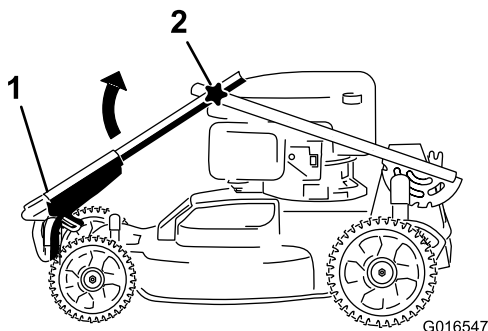
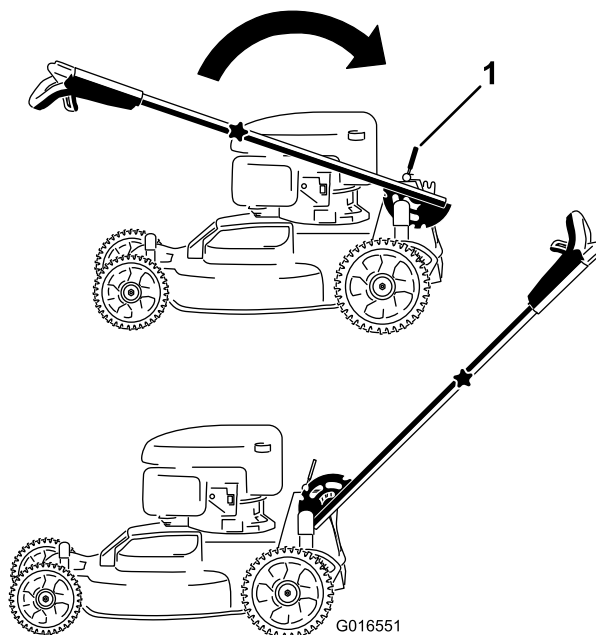

Figura 3
Figura 4
1. Ruotate la maniglia superiore in modo che si allinei con quella inferiore (Figura 3), quindi serrate entrambe le manopole sulla maniglia per bloccare la maniglia superiore in posizione (Figura 4).
1. Maniglia superiore 2. Manopola (2)
2. Disinserite la leva del blocco della maniglia (Figura 4).
3. Tirate indietro la maniglia e bloccatela in posizione (Figura 4).